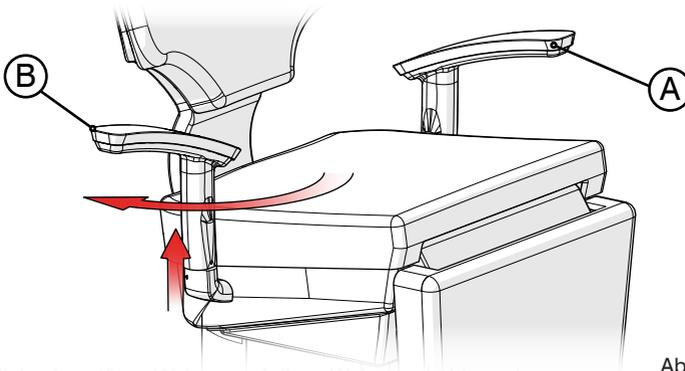

Abb. 9
Um die Armstütze (B) zu drehen, ziehen Sie sie etwas nach oben, so dass sich ihre Arretierung löst und ihre Drehung bis zum Anschlag ermöglicht wird. Nach erneutem Loslassen wird sie in der jeweiligen Stellung wieder arretiert. Um die Armstütze wieder in ihre Anfangsstellung zu bringen, heben Sie sie erneut an, drehen sie und arretieren sie durch erneutes Loslassen (Abb. 9).